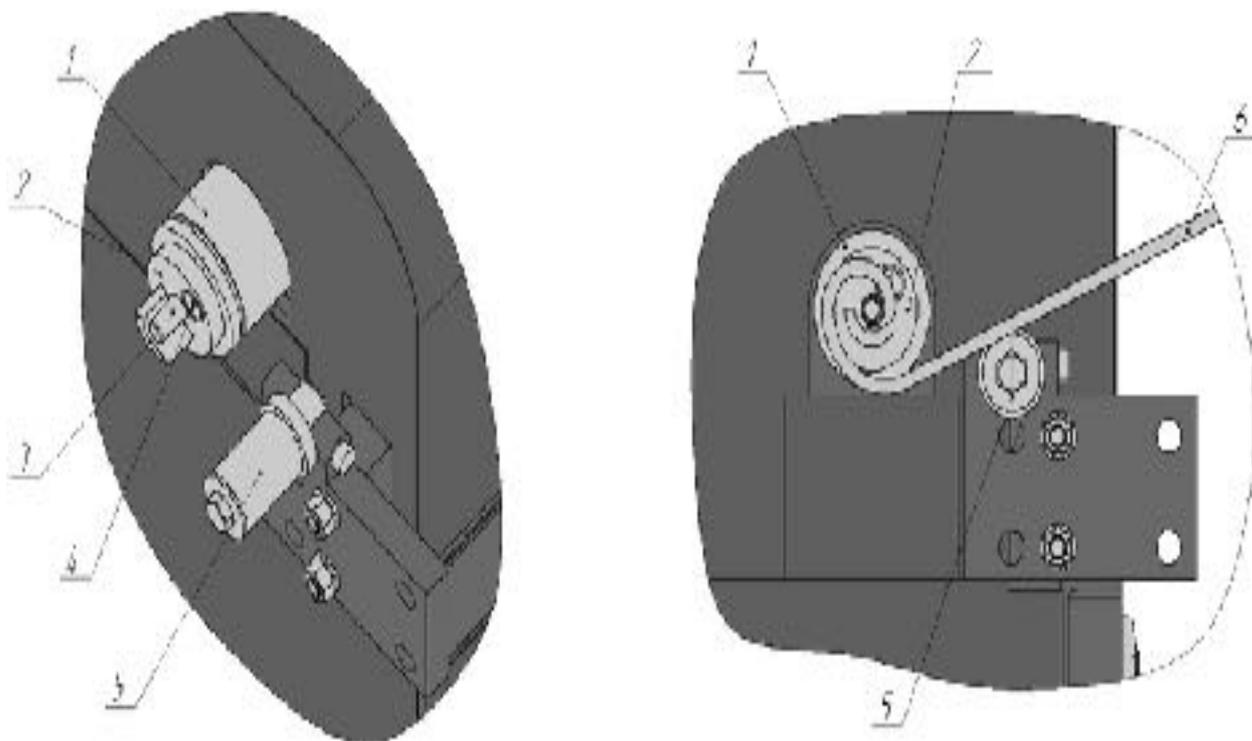

Рис. 18 Монтаж устройства доворачивания.
1. Произвести монтаж дополнительных приспособлений рис. 18.
2. Установить валюту 6 в устройство доворачивания рис. 18.